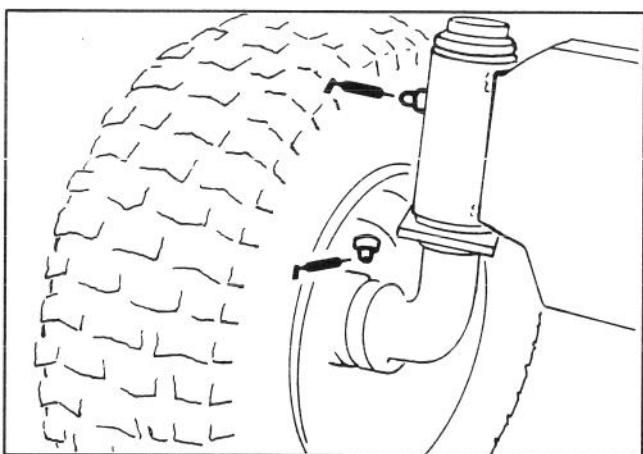

Abbildung 8
1. Die Schmiernippel an den Achsen und Rädern mit einem sauberen Lappen abwischen (Abb. 8). Wenn Lack an der Vorderseite der Nippel vorzufinden ist, diesen abkratzen.
2. Beide Vorderachsen mit Nr. 2 Allzweckfett abschmieren (Abb. 8). Solange Fett einpressen, bis es aus den Achsen hervordringt. Überflüssiges Fett abwischen.
3. Beide Vorderachsen mit Nr. 2 Allzweckschmierfett abschmieren (Abb. 8). Die Fettresse ungefähr viermal betätigen. Überflüssiges Fett abwischen.